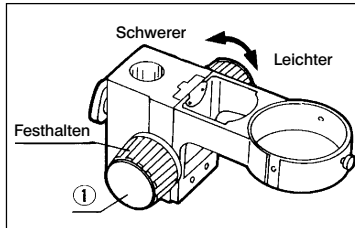

Abb. 7
- (1) Mit jeder Hand einen Fokustrieb ① fassen. Einen Trieb festhalten, den anderen drehen. Die Drehrichtung bestimmt, ob die Gängigkeit erschwert oder erleichtert wird (Abb. 7).
- (2) Durch diese Einstellung soll ein versehentliches Herunterfallen des Mikroskopstativs verhindert werden. Die Triebgängigkeit sollte etwas schwerer als erforderlich eingestellt werden, um unbeabsichtigtes Verfahren (Driften) zu verhindern und die Bedienung möglichst zu vereinfachen.